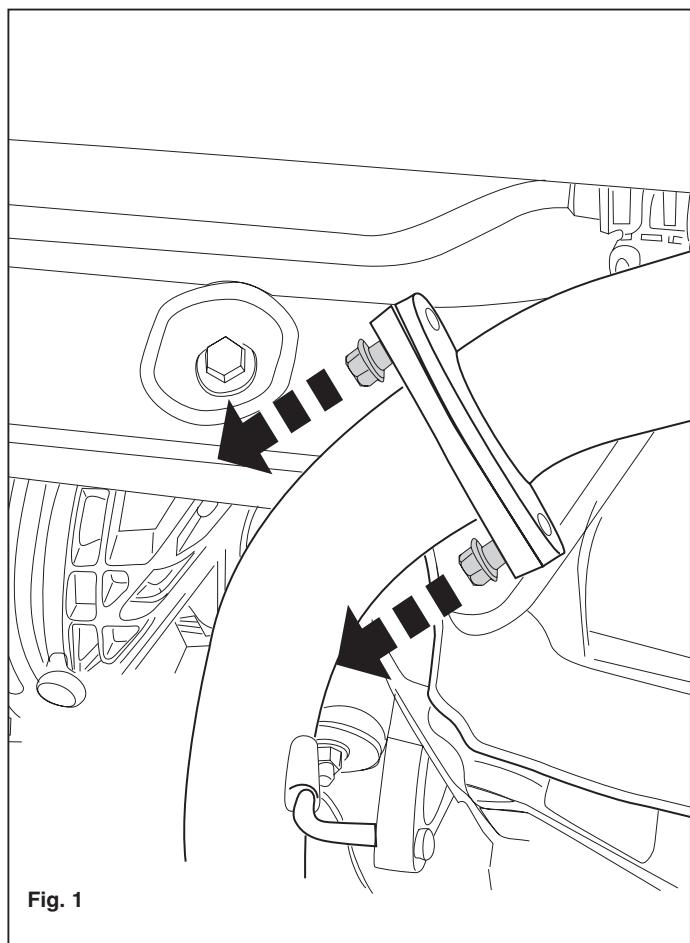
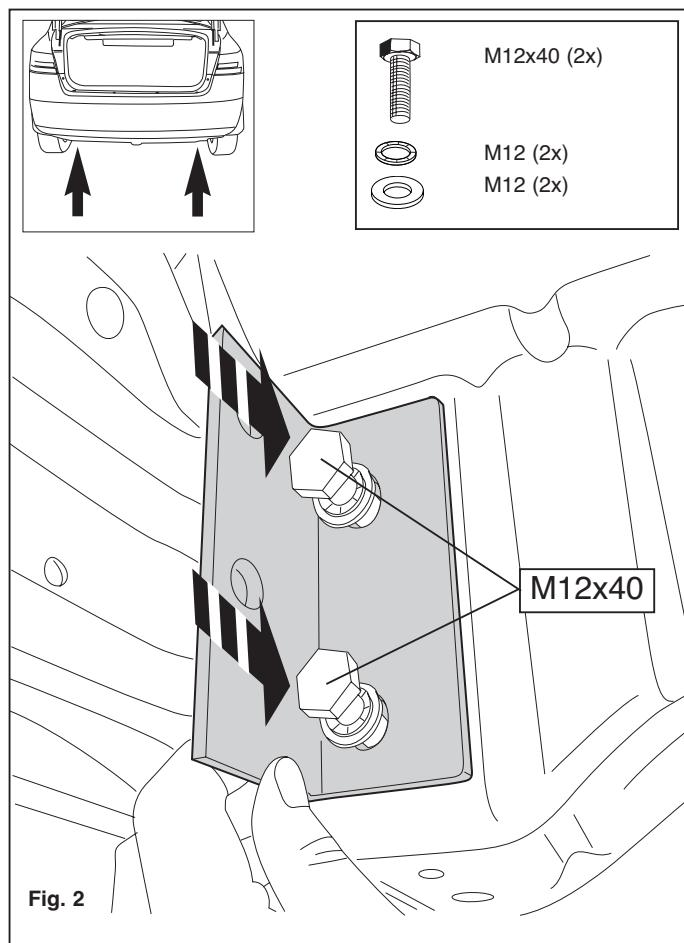

Fig. 1
Fig. 2
2. Démontez le dernier silencieux de l'échappement. Voir la figure 1.
3. Positionner les supports A et les supports B, monter l'ensemble sans serrer. Voir la figure 2.
- * Die Sicherheitssose (L) abmontieren. Siehe Abbildung 2.
- 4. Die Seitenplatten C links und rechts bei den Punkten D, E und F halb-halb montieren. Siehe Abbildung 2.
9. 15. Die Halterungen A anlegen und bei den Punkten B befestigen. Alle Schrauben müssen Teil einer Hilfe der Schraubine aus der Stoßstange herauslösen. (Siehe Abbildung 2).
1. Demonter den bageste lydpotte. Se fig. 1.
2. Demonter sejringen (V). Denne bliver overflødige.
3. Anbring støterne A og monter disse ved punkterne B monter det hele manuelt. Se fig. 2.
1. Zdemontować ostatni tłumik rury wydechowej. Patrz rysunek 1.
2. Zdemontować pierścienie? holowniczy (L). Tego nie będzie się ponownie używać.
3. Umieścić wsporniki A i umocować je w punktach B, lekko przymocować całość. Patrz rysunek 2.